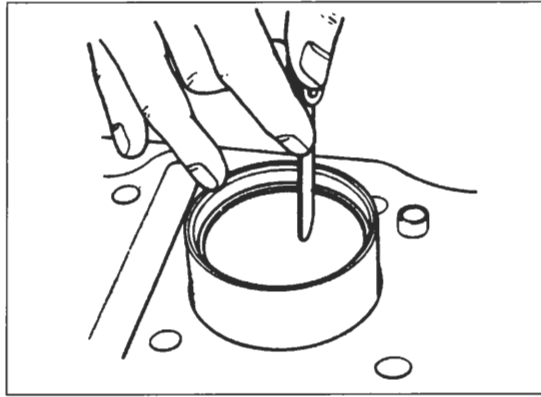

Bild 210
- Pleuellager Ringe einzeln in Zylinder schieben rechtwinklig zur Zylinderbohrung mit Pleuellager ausrichten. Mit Fühlerlehre Stoss-Spiel ausfühlen (Bild 210). Sollwert 1. Ring und 2. Ring: 0,70 mm.